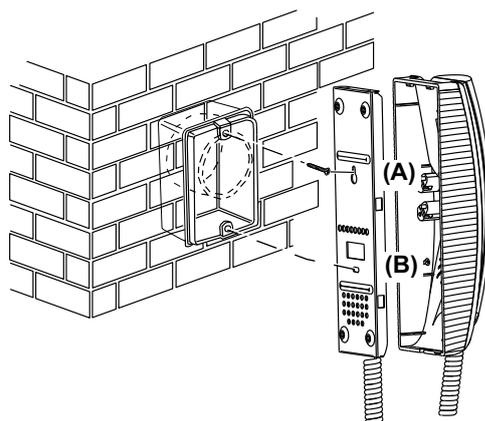

Fig. 2
Fig. 2 - Fissare la vite superiore (A) nella scatola incasso (o tassello) lasciando sporgere la testa della vite per 2 mm. Agganciare il citofono alla vite superiore utilizzando l'apposito foro posteriore accostandolo alla parete e tirandolo verso il basso. Completare il fissaggio con la vite inferiore (B) nell'apposito foro.